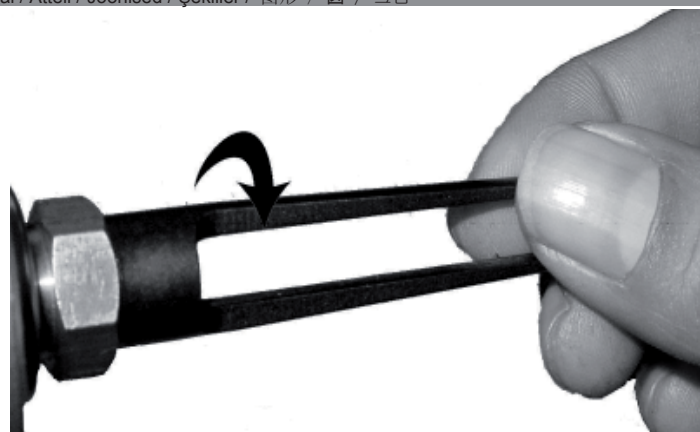
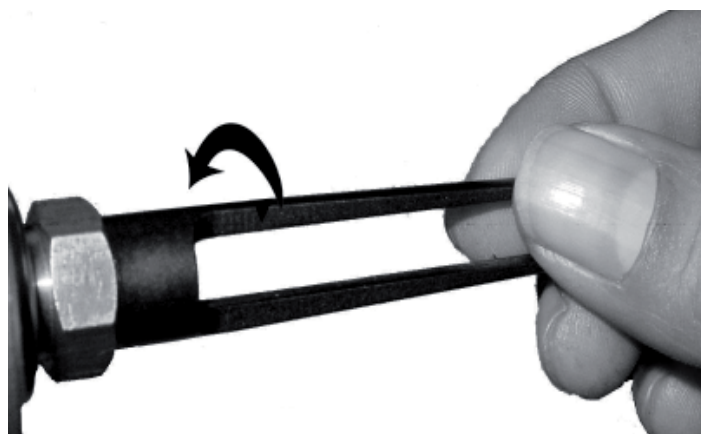

Fig. 02
Fig. 03
- Um die Selbstansaugung der Nietten zu aktivieren muß der Vakuum-Schalter /Fig. 02) gegen den Uhrzeigersinn gedreht werden und stellt somit die gewünschte Ansaugleistung ein. Nun können die Nietten in jedem räumlichen Winkel gesetzt werden, ohne sie zusätzlich festzuhalten. Ist die Selbstansaugung nicht gewünscht oder die Ansaugleistung soll reduziert werden, dann muß der Vakuum-Schalter /Fig. 03) mit dem Uhrzeigersinn gedreht werden.